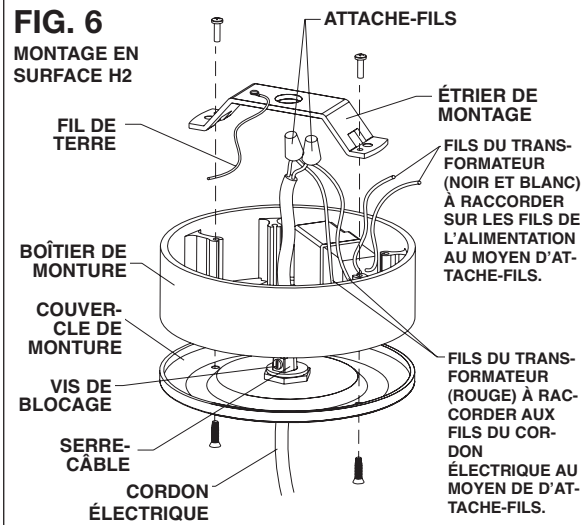

FIG. 7
- Step 1.** Remove ADAPTER TOP screws (Fig. 7).
- Step 3.** Feed CORD through STEM, SPRING, TAPER SLEEVE, and STRAIN RELIEF (Fig. 7).
- Step 8.** Position STRAIN RELIEF over cord jacket at cut edge. Insure STRAIN RELIEF is tight by tightening SET SCREW (Fig. 7).
- Étape 1.** Ôter les vis du HAUT DE L'ADAPTATEUR (Fig. 7).
- Étape 3.** Faire passer le CORDON D'ALIMENTATION par la TIGE, le RESSORT, le MANCHON CONIQUE et le SERRE-CÂBLE (Fig. 7).
- Étape 8.** Placer le SERRE-CÂBLE sur l'extrémité coupée de l'isolant du cordon électrique. S'assurer que le SERRE-CÂBLE est bien serré en serrant les VIS DE BLOCAGE (Fig. 7).